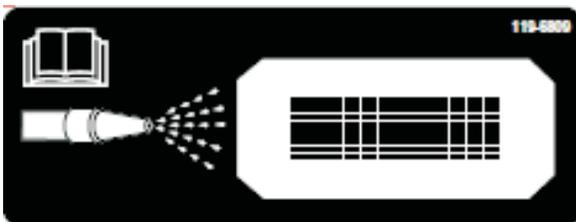
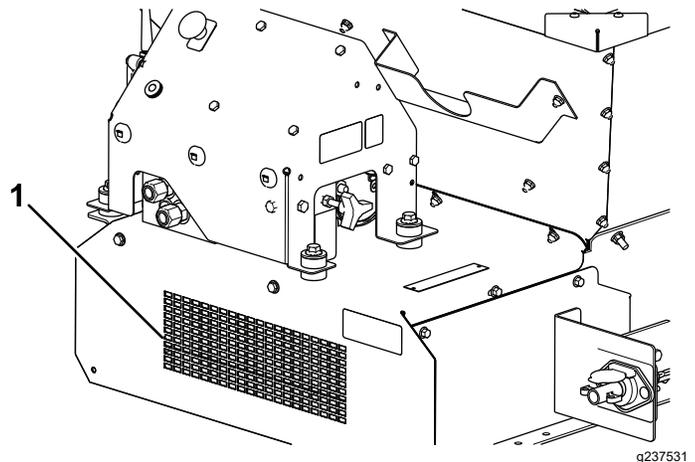

Bild 62
Bild 63
11. Ermitteln Sie den Reinigungsanschlusssaufkleber vorne an der Maschine (Bild 62). Spritzen Sie mit einem Gartenschlauch durch das vordere Schutzgitter, bis die Bodenplatte kein Material mehr enthält (Bild 63).